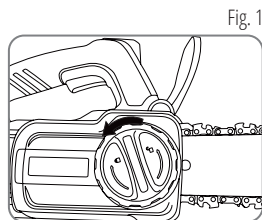

Fig. 1
1. Desserrez le couvercle de chaîne en tournant le bouton dans le sens antihoraire (fig. 1).